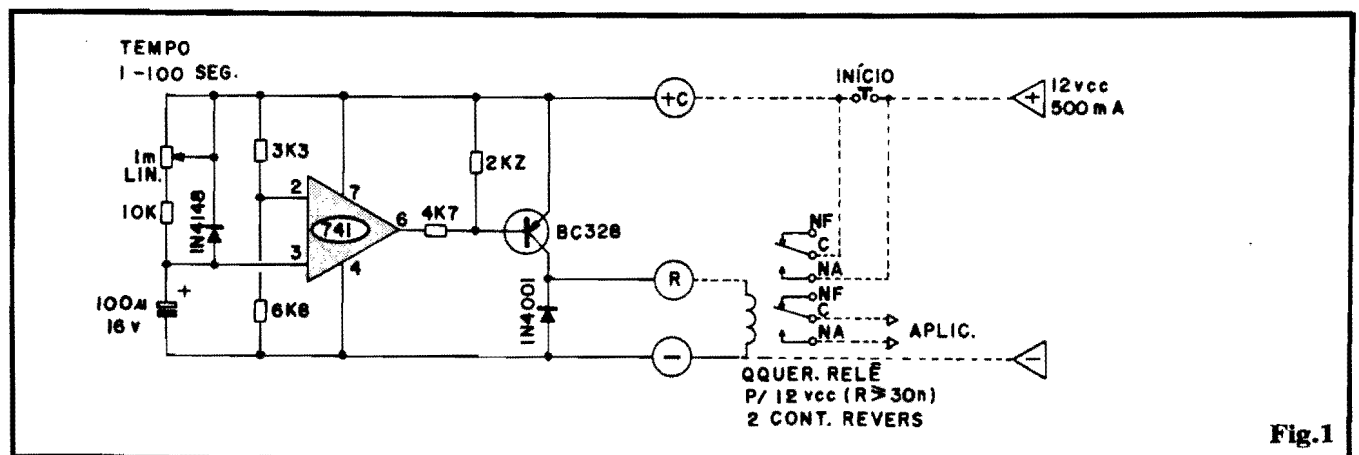
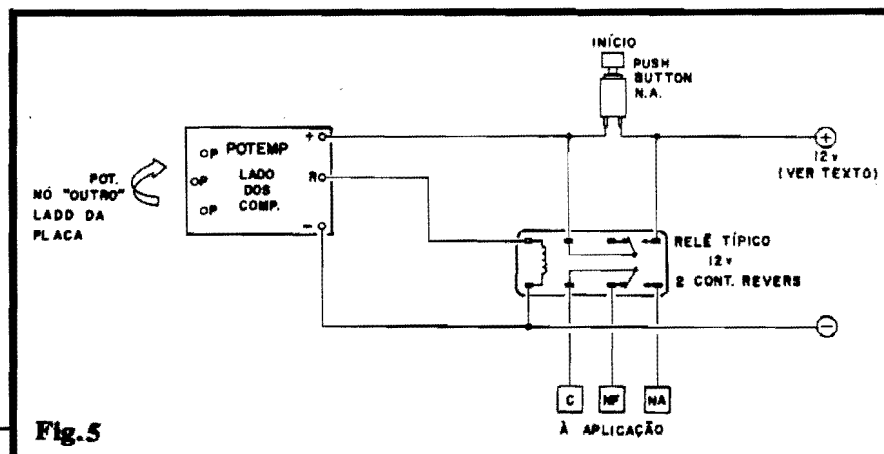

Fig.1
Fig. 5
- FIG. 1 - O CIRCUITO - No ângulo do circuito temos um Amplificador Operacional 741, "mandadíssimo" (barato e confiável...), trabalhando como **comparador**... Sua Entrada Inversora (pino 2) é mantida sob Tensão fixa, correspondendo a determinado percentual do valor geral da alimentação (12V nominais). Esse nível de referência é comparado pelo 741 com a Tensão aplicada à sua Entrada Não Inversora (pino 3). Esta, por sua vez, depende da carga assumida pelo capacitor eletrolítico (tipo tântalo, para boa estabilidade e precisão...) de 100u... A carga do dito capacitor se dá através do conjunto formado pelo resistor fixo de 10K e potenciômetro de 1M - linear, de modo que, através do ajuste dado ao ei-
- FIG. 5 - DIAGRAMA DAS CONEXÕES EXTERNAS E INSTALAÇÃO - Conforme deve ter ficado mais do que claro (revejam figuras anteriores, notadamente o esquema, na fig. 1) o módulo eletrônico do POTEMP apresenta apenas 3 conexões externas, a sa-
ber: (+) para o positivo da alimentação, via **push-button**, (R) para o relê, e (-) para o negativo da alimentação... Todas as outras conexões (em tracejado na fig. 1) correspondem a disposições totalmente externas ao circuito, conforme ilustra, com clareza, a fig. 5. Notem que a bobina do relê ficará "entre" o terminal "R" e "-" do módulo e observem ainda que - obrigatoriamente - os contatos C e NA de um dos conjuntos do relê utilizado, devem ser ligados a ambos os "lados" do próprio interruptor geral de "início" (**push-button**). As conexões gerais de alimentação são mais do que óbvias, restando ao instalador respeitar as polaridades. Finalmente, os contatos "livres" do relê, serão destinados à utilização final (controle da carga de Potência), nas conformidades da aplicação desejada. Quanto aos 12V da alimentação, conforme já foi mencionado, devem ser capazes de oferecer uma Corrente de até 500mA, para que tudo possa trabalhar com a devida "folga"... Na verdade, o circuito do POTEMP é tão pouco "fresco", que mesmo fontes sumárias (um transformador, dois diodos e um eletrolítico...) poderão, com segurança, energizar o circuito, sem grandes "galhos"... Como 12 VCC é uma Tensão quase que "standartizada" em equipamentos profissionais/industriais, em muitos casos será possível o "furto", puro e simples, da energia de alimentação do próprio maquinário a ser controlado, ou de linhas compartilhadas de alimentação já existentes...
lo/relê, conforme ilustram as figs. 1 e 5.